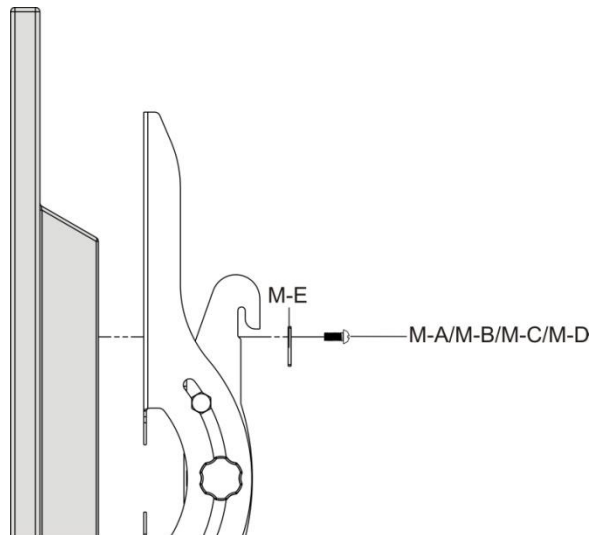

Abb. 6
- Bringen Sie die TV-Schienen mit den geeigneten Schrauben und Unterlegscheiben auf der Rückseite des Fernsehers an (siehe Abb. 6).
- Fangen Sie mit der kürzesten Schraube an. Drehen Sie sie von Hand durch die Unterlegscheibe und die TV-Schiene und in den Fernseher (siehe Abb. 6).